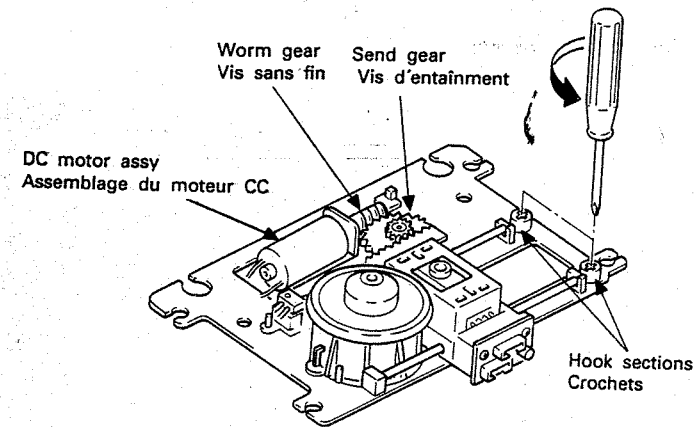

Fig. 10
**16. Dépose du mécanisme de captage (Fig. 10)**
Après avoir déposé le mécanisme de l'unité, tourner les crochets la plaque de l'appareil OS (2 emplacements) avec un tournevis, comme montré dans la Fig. 10 et les enlever.